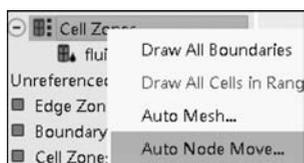
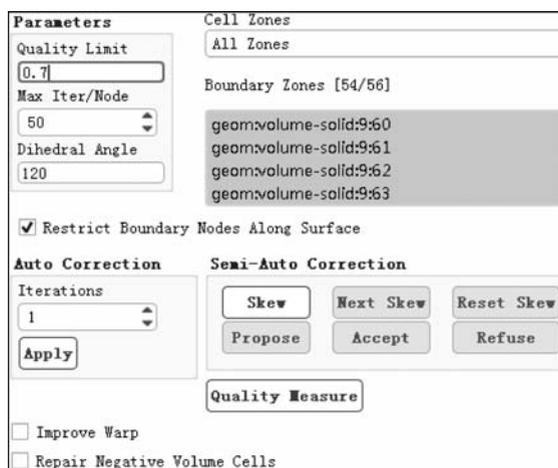

图 3.141 调整网格质量
图 3.142 移动网格节点
(20) 如图 3.141 所示,右击 Cell Zones,选择 Auto Node Move。在弹出的对话框中将 Quality Limit 设置为 0.7,如图 3.142 所示。单击 Apply 按钮,自动调整网格节点。